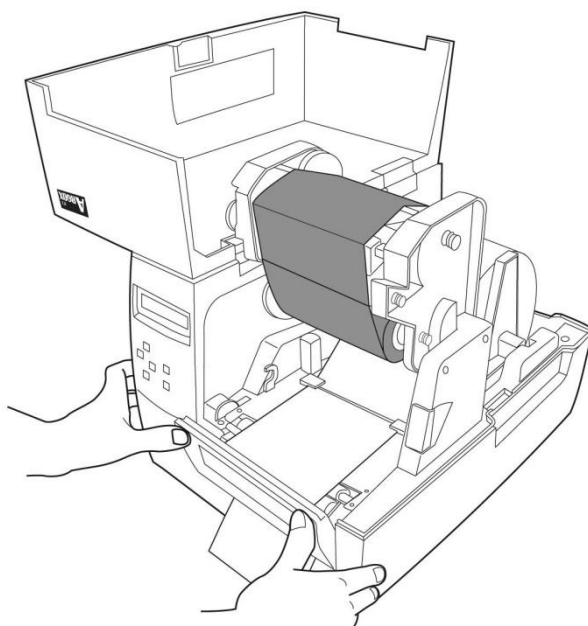

Figura 20
84. Feche o conjunto do descolador (Figura 20)